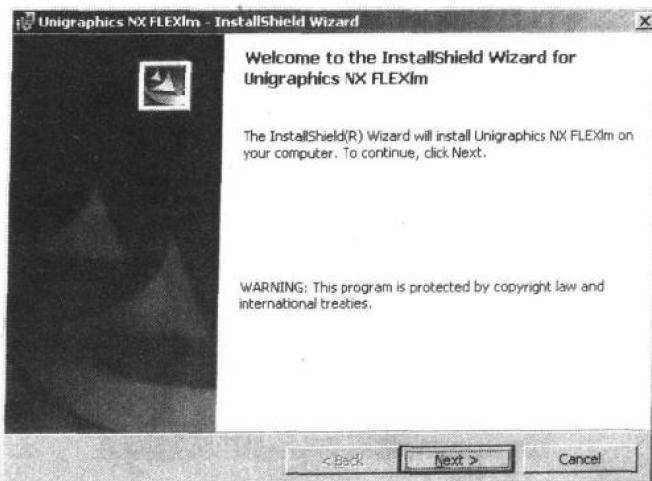
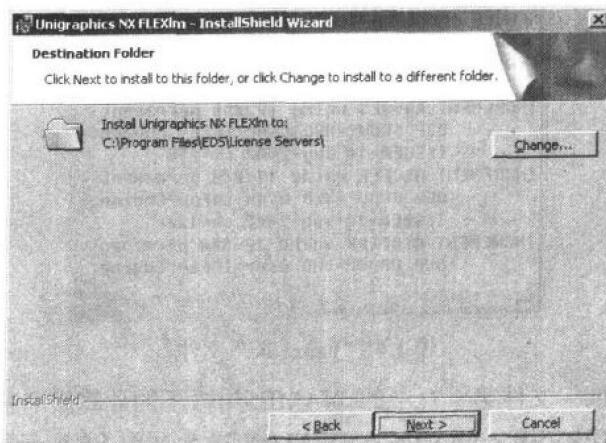
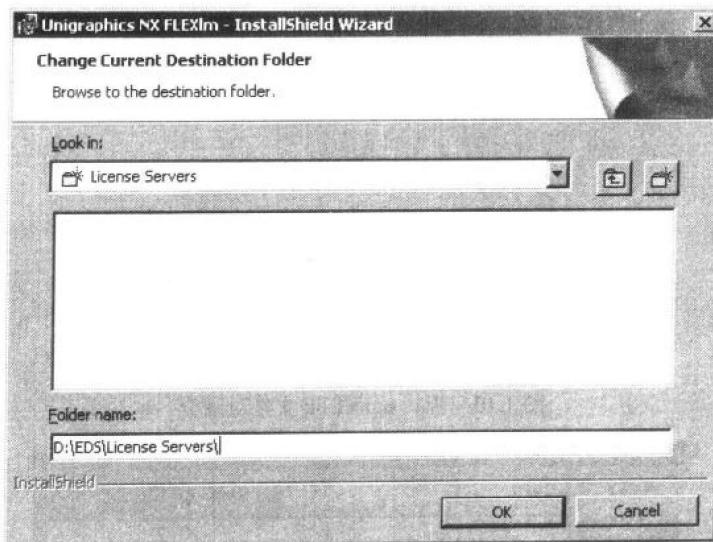
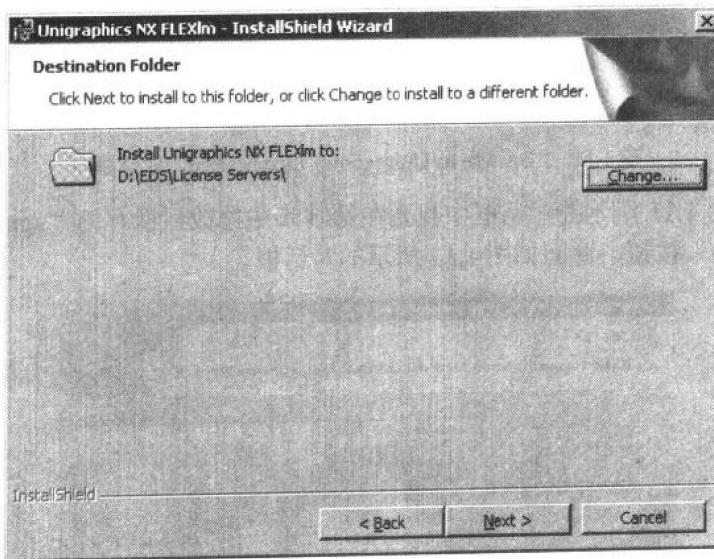

图 1.6 Unigraphics NX FLEXlm V1.0 的安装界面
图 1.7 “Unigraphics NX FLEXlm—InstallShield Wizard”对话框
图 1.8 设置 Unigraphics NX FLEXlm 的安装路径对话框
图 1.9 显示 Unigraphics NX FLEXlm 安装路径对话框
(4) 进入光盘的 Unigraphics NX FLEXlm V1.0 目录，运行“setup.exe”文件，系统打开如图 1.6 所示的 Unigraphics NX FLEXlm V1.0 的安装界面。
(5) 在如图 1.6 所示的安装界面中单击“Next >”按钮，打开如图 1.7 所示的“Unigraphics NX FLEXlm—InstallShield Wizard”对话框。
(6) 在如图 1.7 所示的对话框中单击“Change...”按钮，在打开如图 1.8 所示的对话框中设置 Unigraphics NX FLEXlm 的安装路径。
(7) 在如图 1.8 所示的对话框中设置完毕安装路径后，单击“OK”按钮，返回如图 1.9 所示的“Unigraphics NX FLEXlm—InstallShield Wizard”对话框。
(8) 在如图 1.9 所示的对话框中单击“Next >”按钮，打开如图 1.10 所示的查找 ugnx1.lic 文件对话框。